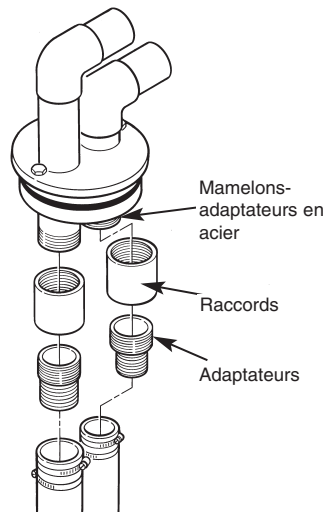

Figure 9
4. Utiliser des raccords et des adaptateurs de tuyau pour brancher les mamelons sur les tuyaux en plastique du puits (voir la Figure 9). Pour que les raccords filetés ne fuient pas, les envelopper de ruban en téflon.